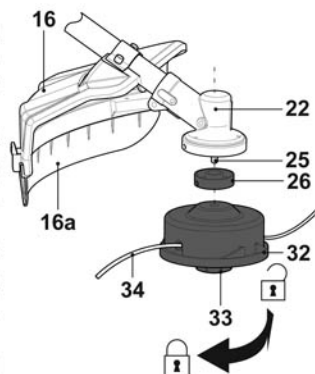

Fig. 31
- > Retire el cabezal de corte [32] desatornillando en sentido antihorario (Fig.31).